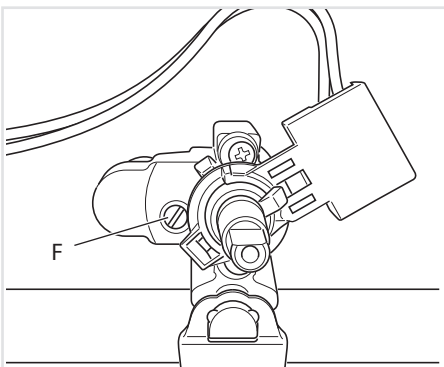

Fig. 8.7
I rubinetti del piano di lavoro sono dotati di valvolatura di sicurezza; in questi rubinetti la vite di regolazione del minimo è situata all'esterno del rubinetto (fig. 8.7).
- Sfilare la manopola del rubinetto e con un cacciavite a taglio agire sulla vite "F" (fig. 8.7) fino ad ottenere la fiamma desiderata.